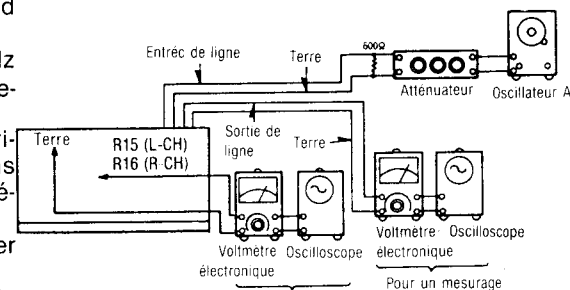

Fig. 11
- Brancher les appareils comme indiqué dans la Fig. 11.